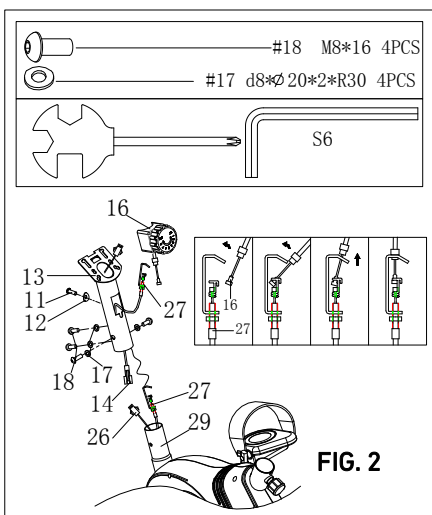

FIG. 2:
Anslut först sensorkabel 14 och 26 och spänningskontrollkabeln (16 och 27), som visas i FIG. 2 och installera stödröret (13) på huvudramen (29) med skruven (18), vågbrickan (17). Fäst spänningskontrollen (16) till stödröret (13) med skruven (11) och vågbrickan (12).